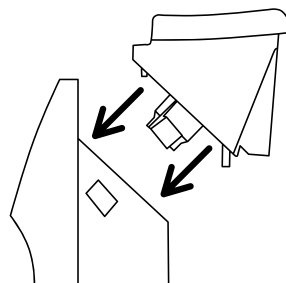

Рис. 4
2. Вставьте разъём электроподключения («папа») на блоке управления в соответствующий разъём («мама») на конвекторе. Обратите внимание, что он может быть вставлен только в одном положении, когда специальная защелка находится справа. Убедитесь, что соединение надежно и разъём блока управления полностью закреплен в конвекторе. Если разъём вставлен до конца, то должен раздаться щелчок (рис. 4).